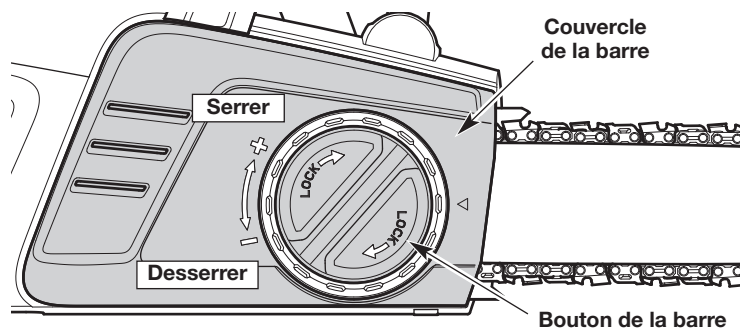
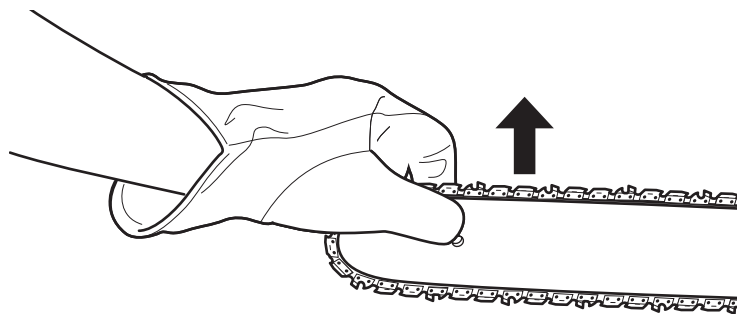
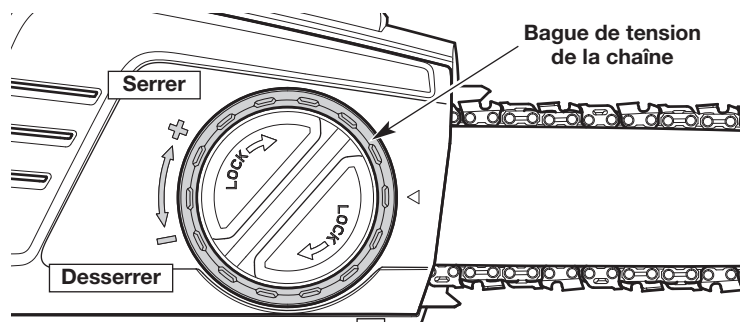
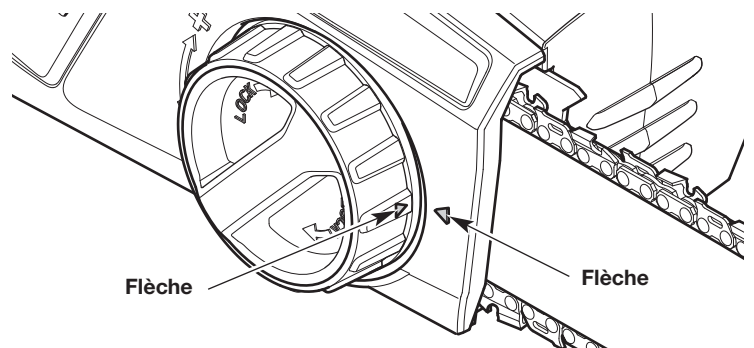

Fig. 39
Fig. 40
Fig. 41
Fig. 46
1. Tourner le bouton de la barre dans le sens antihoraire pour desserrer légèrement le revêtement de la barre (Fig. 39). **NE PAS** retirer le revêtement de la barre.
2. Maintenir la barre de guidage tournée vers le haut (Fig. 40) et tourner la bague de tension de la chaîne pour régler la tension (Fig. 41).
3. Continuer à maintenir la barre de guidage tournée vers le haut (Fig. 40). Tourner le bouton de la barre dans le sens horaire pour serrer légèrement le revêtement de la barre (Fig. 39).
1. Tourner le bouton de la barre dans le sens antihoraire pour desserrer le revêtement de la barre (Fig. 39).
5. Tournez la bague de tension de chaîne (Fig. 41) jusqu'à ce que la flèche de la bague de tension de chaîne s'aligne avec la flèche sur le couvercle de la barre (Fig. 46).
7. Tourner la bague de tension de la chaîne (Fig. 41) dans le sens horaire jusqu'à ce que le revêtement de la barre soit relié au logement du moteur et que la barre de guidage commence à se bouger vers l'avant.
8. Tourner le bouton de la barre dans le sens horaire pour serrer légèrement le revêtement de la barre (Fig. 39). **NE PAS** serrer complètement le bouton de la barre.
10. Maintenir la barre de guidage tournée vers le haut (Fig. 40). Tourner le bouton de la barre dans le sens horaire pour serrer légèrement le revêtement de la barre (Fig. 39).